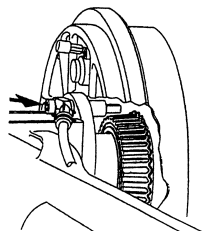

图 1-29 拆下传感器紧固螺钉
- 2)拧下传感器的内六角紧固螺钉,如图 1-29 所示,然后拆下后轮转速传感器;